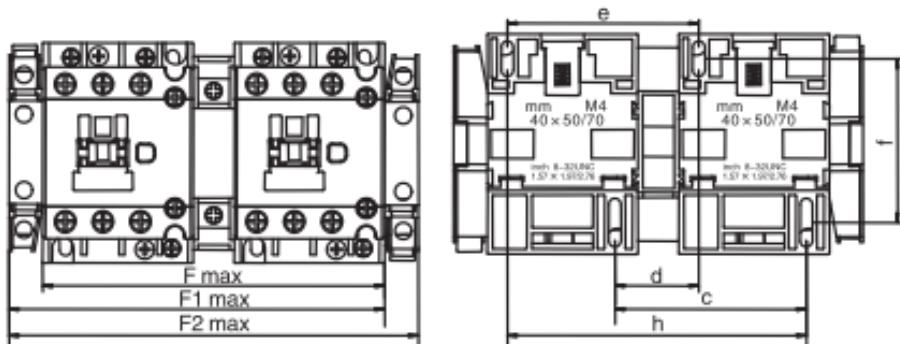
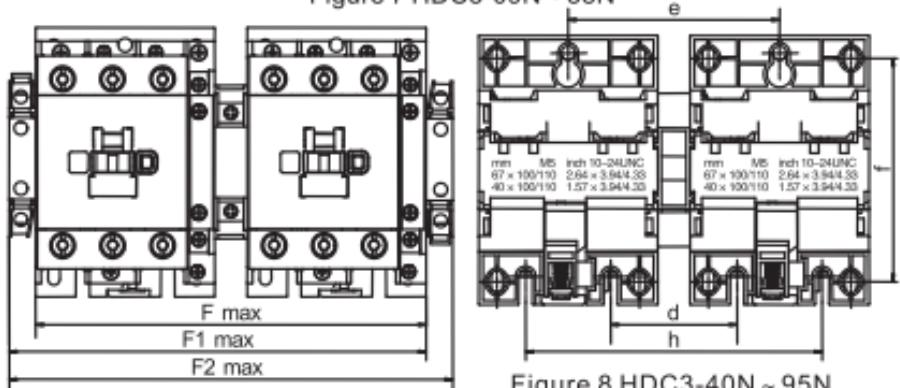

Figure 7 HDC3-09N ~ 38N
Figure 8 HDC3-40N ~ 95N
- Voir la figure 7, la figure 8 et le tableau 3 pour l'apparence de contacteur réversible de courant d'alternatif et les détails de montage